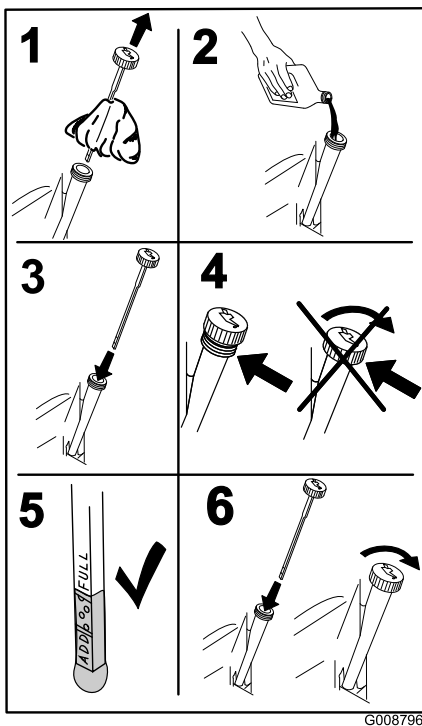

Figura 50
5. Vierta lentamente un 80% aproximadamente del aceite especificado por el tubo de llenado, luego añada lentamente el resto del aceite hasta que llegue a la marca **Full** (Figura 50).